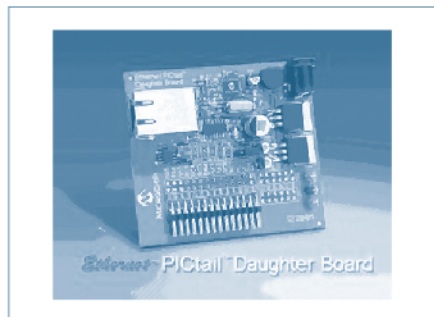

Рис. 5
- Демонстрационная плата с Ethernet-контроллером ENC28J60 (рис. 5), подключаемая к 8-битному PIC18 Explorer Development Board (более подробно в статье по отладочным средствам